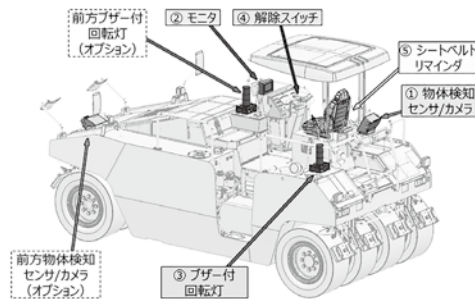
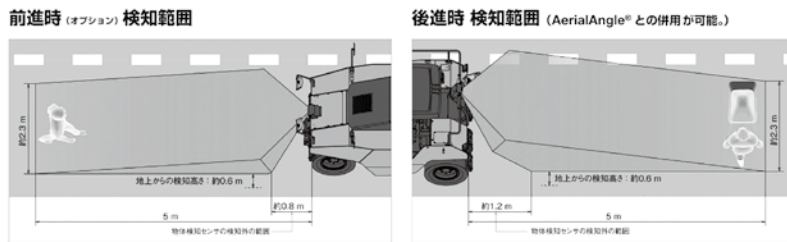

図6 衝突被害軽減アシスト装置の構成
図7 検知範囲
本装置の主な構成を図6に示す。①物体検知センサ/カメラは設定した図7の検知範囲内で検知した物体までの距離を測定するとともに、カメラで検知範囲を含む映像を撮影する。②モニタはカメラ映像とシステム状態などを表示し、③ブザー付回転灯は、運転者および周囲作業者に警告を通知する。④解除スイッチは検知範囲に壁や車両などの物体があり、意図的に近づく必要がある場合、運転者が機能を解除するものである。⑤シートベルトリマインダは不意な制動時に運転者を保護するため、シートベルトを装着しなければ本装置が作動しない構成としており、インジケータとブザー音で装着を促す機能である。